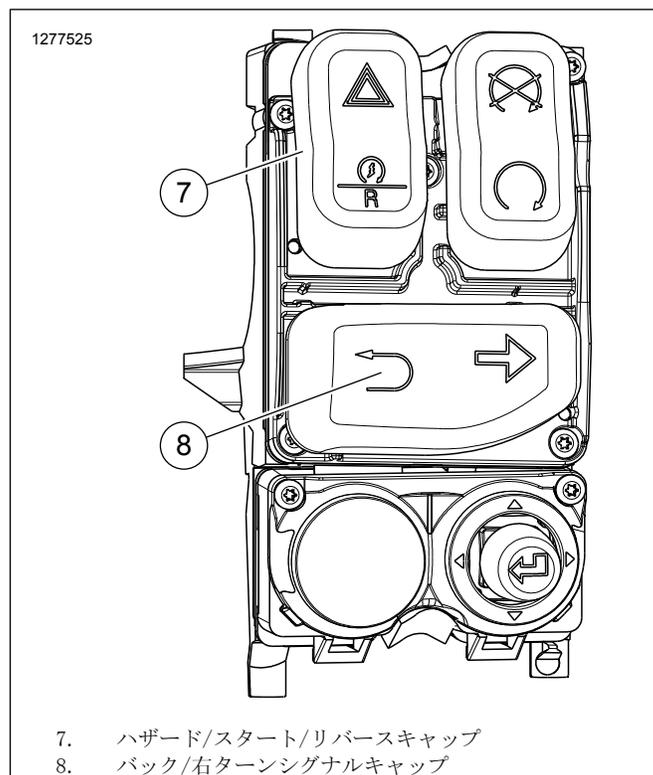

図8。2019年以降のTrike右コントロール(OE)
- c. 「図8」を参照。ハザード/スタート/リバースキャップ(7)をOEコントロールモジュールから取り外します。
- d. 「図8」を参照。新しいコントロールモジュールにバック/右ターンシグナルキャップ(8)を取り付けます。
- e. 「図8」を参照。ハザード/スタート/リバースキャップ(7)を新品のコントロールモジュールに取り付けます。